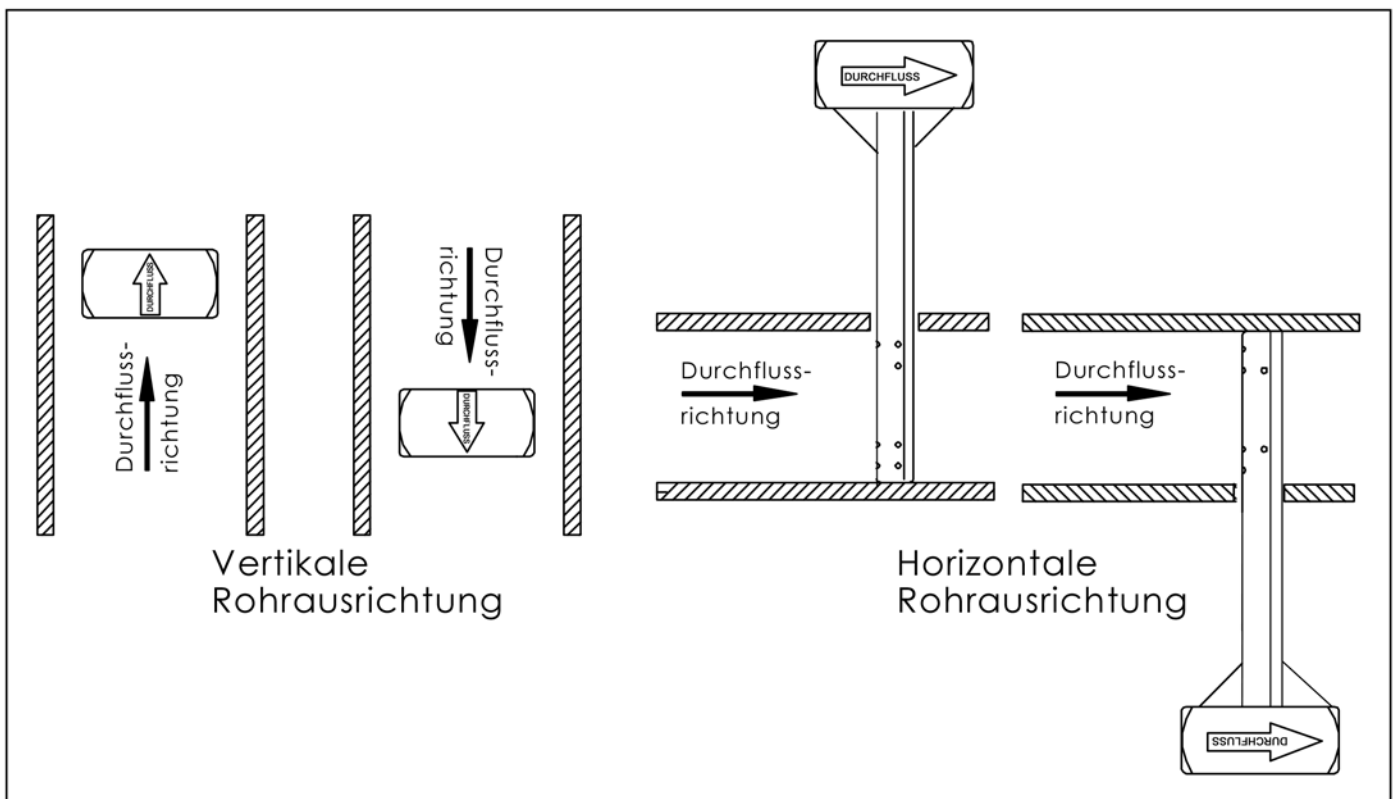

Abbildung 7. Ausrichtung des Durchflusspfeils
- Richten Sie den Sensorkopf so aus, dass der mit „FLOW“ beschriftete Pfeil auf dem Instrumentenkopf des Sensors innerhalb eines Winkels von 3 Grad zur Durchflussrichtung des Rohrs steht (Abbildung 7). Halten Sie den Kopf auch bei den übrigen Montageschritten in dieser Position.